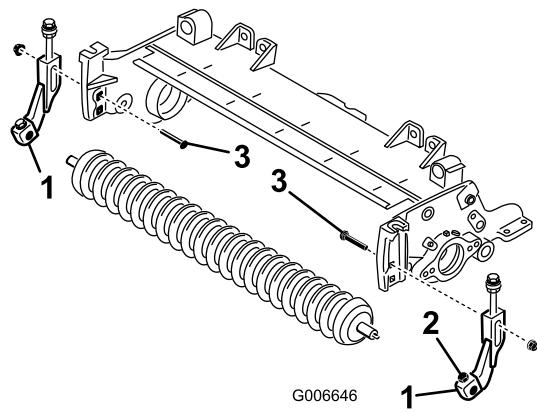

図5
**注** 刈高ブラケットは 図5 のようにセットする。
9. 各サイドプレートの上側の四角穴を利用して、刈高ブラケットをカッティングユニットのサイドプレートに仮止めする先ほど外したキャリッジボルトと、新しい 3/8 インチのフランジナット2個を使用し、図 図5 のように仮止めする。
11. ローラが刈高ブラケットの中間にくるように調整し、キャップスクリュとロックナットでブラケットに固定する。図5。